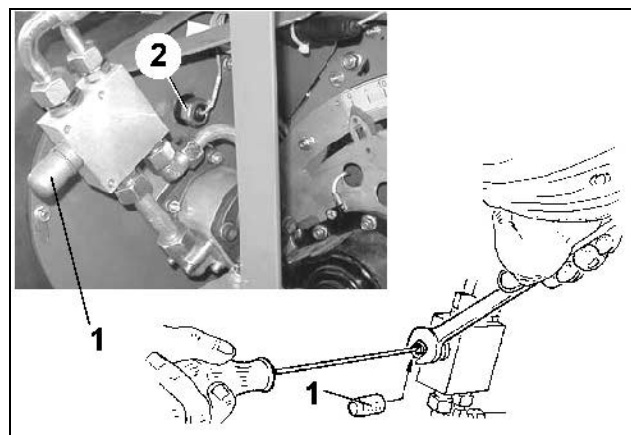

Fig. 95
Le régime de rotation requis à la turbine est indiqué sur le tableau (Tableau 5). Réglez le régime de rotation à la turbine à l'aide de la valve de limitation de pression (Fig. 95/2) ou à l'aide du régulateur de débit d'huile du tracteur.
- ôtez le capuchon (Fig. 95/1)